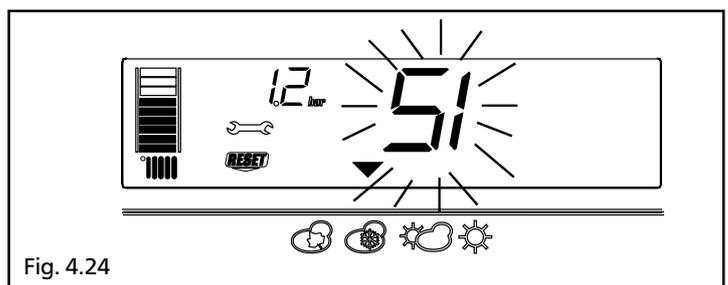

Fig. 4.24
3) Visualizzazione delle icone  e  (fig. 4.24)